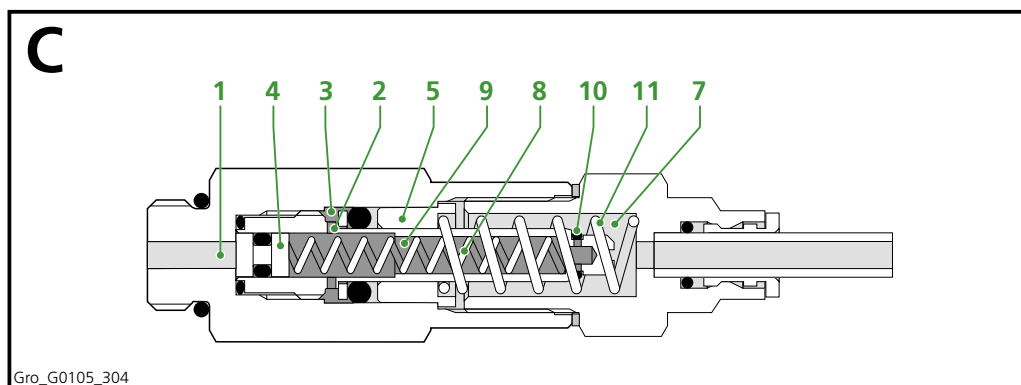

Fig 3.5 Fase C, l'unità di dosaggio durante l'esecuzione della fase C
Quando la pompa viene arrestata e termina la pressione esercitata sul lubrificante, lo stantuffo (4) viene spinto indietro dalla molla (8) provocando la chiusura del canale (1) (Fig 3.5). La guarnizione circolare (10) evita che il lubrificante venga riaspirato dalla camera (7). Lo stantuffo (5) viene spinto indietro dalla molla (11) e convoglia il lubrificante dalla camera (3) verso la camera (9) attraverso il canale (2).